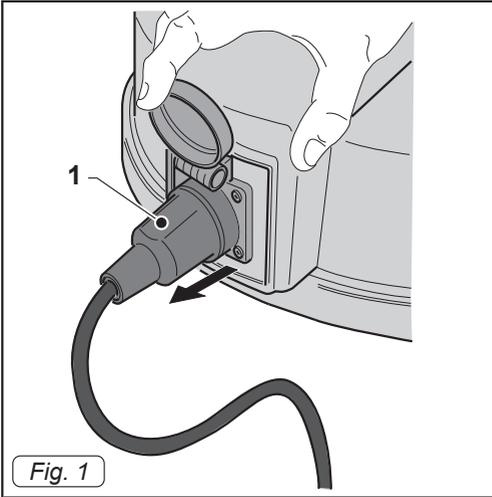

Fig. 1
- Staccare la spina (1 Fig. 1) di alimentazione pompa di evacuazione.
- Inserire la spina (1 Fig. 1) sulla relativa presa.
- Inserire la spina (19 Fig. 12) nella presa di corrente e controllare che la spina (1 Fig. 1) di alimentazione pompa di evacuazione sia correttamente inserita.